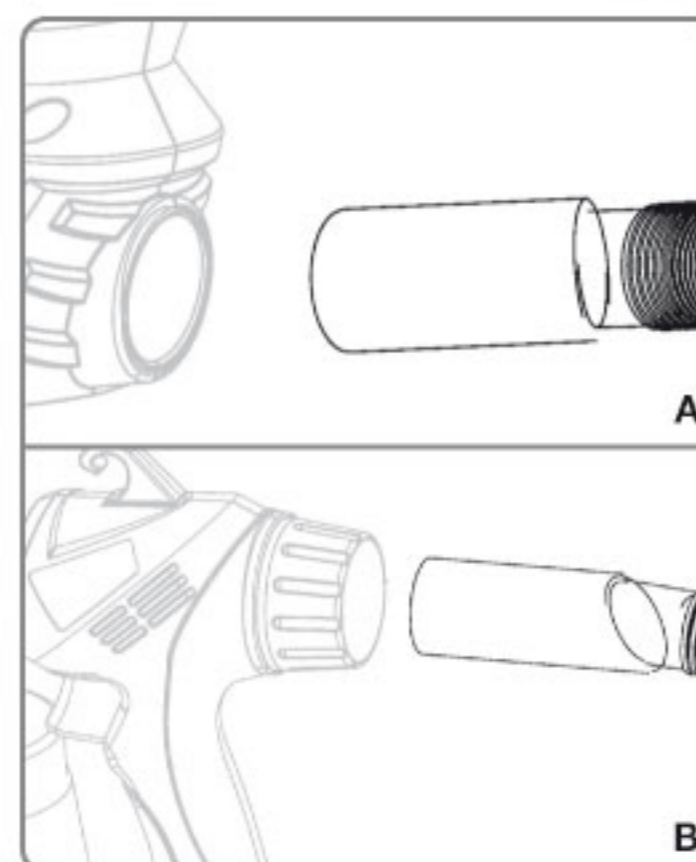

Fig. 4
3. Inserte la manguera al conector del equipo (Fig 4 A y 4 B).